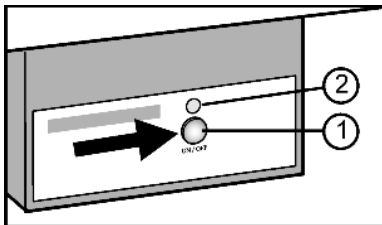

Fig. 14
- ▶ Appuyer sur la touche On/Off Fig. 14 (1) afin que la DEL Fig. 14 (2) luisse.